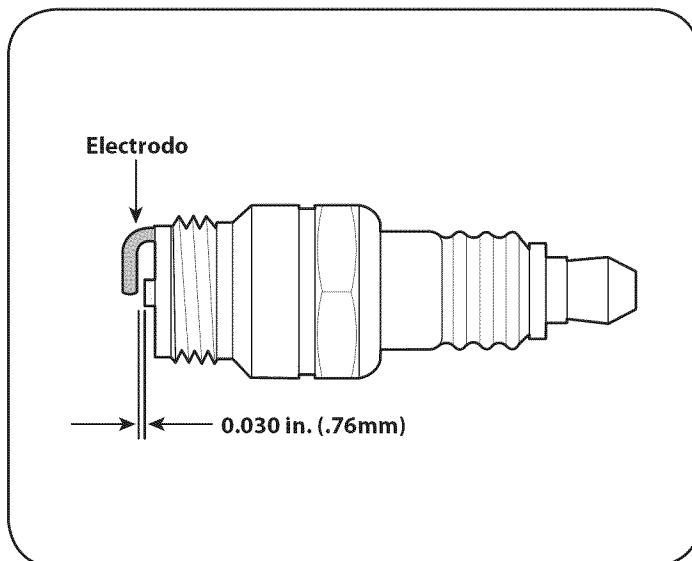

Figura 15
3. Compruebe el entrehierro con un calibrador de alambre. La separación correcta es 0,030 in. (0,76 mm). Vea la Figura 15. Si es necesario, reajuste el entrehierro.